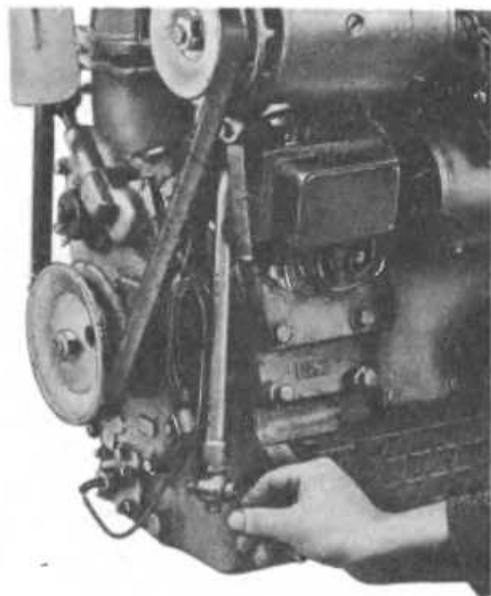

Рис. 115. Слив охлаждающей жидкости из системы охлаждения
2. Слейте воду из системы охлаждения (рис. 115) на дизелях, имеющих подогреватель, залейте антифриз, температура замерзания которого по сертификату ниже возможных температур для климатического пояса, в котором эксплуатируется дизель.